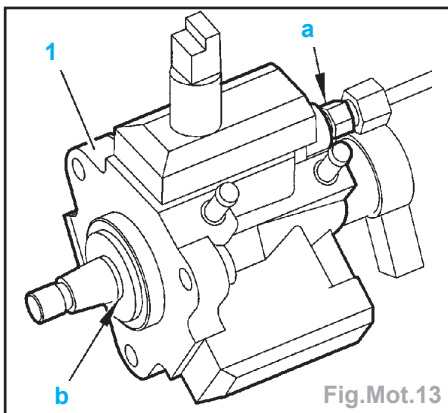

Fig.Mot.13
- Ne pas dissocier de la pompe haute pression carburant (1) les éléments suivants (Fig.Mot.13) :